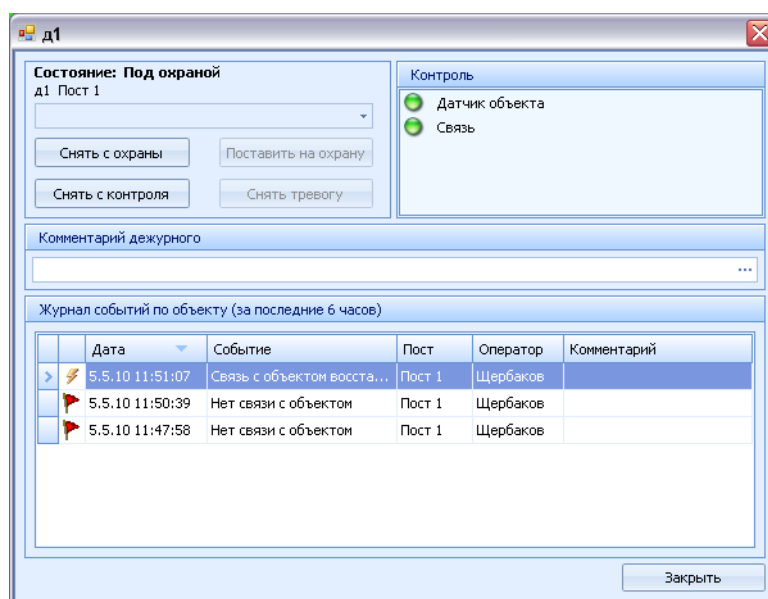

Рисунок 20: Рабочее окно объекта ППКО
7.6.1. Рабочее окно объекта ППКО приведено на рис. 20.